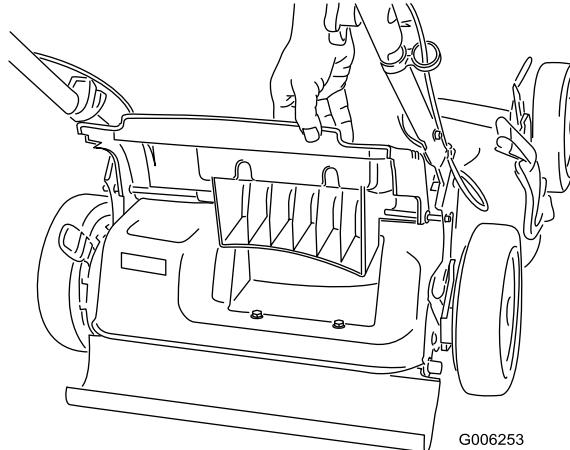

Figura 18
1. Levante y sujeté la puerta trasera (Figura 18).